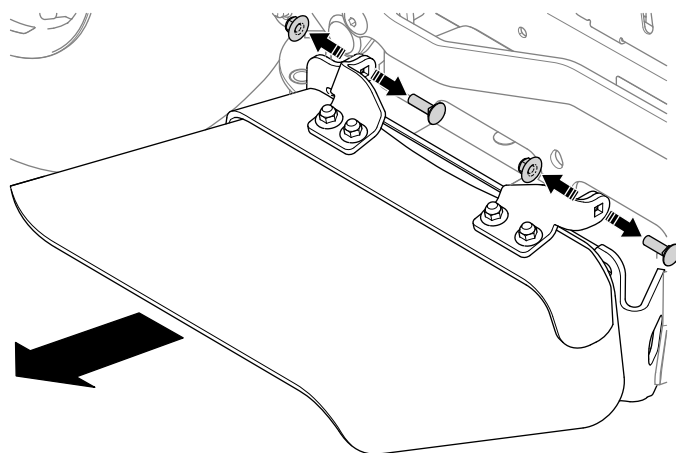

Figura 2
1. Retire el deflector de descarga lateral de la carcasa (Figura 2).